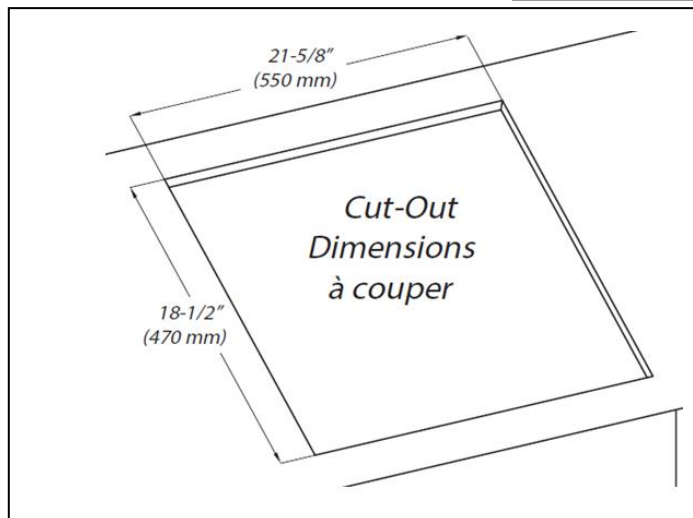

Figure 9
2) Coupez l'ouverture dans le comptoir. Pour s'assurer de la précision, il est mieux de fabriquer un gabarit (voir Figure 9) pour l'ouverture. Assurez-vous que les côtés sont parallèles et que les coupes à l'arrière et sur le devant soient exactement perpendiculaires aux côtés. Respectez tous les dégagements minimum.